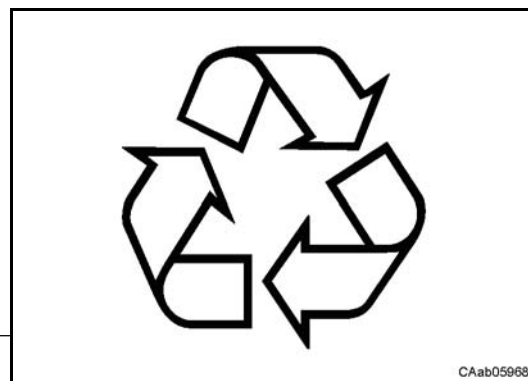

Fig. 22
- I prodotti utilizzati e accompagnati dal simbolo in Fig. 22 devono essere riciclati;
- *Substances used accompanied by symbol in Fig. 22 must be recycled;*